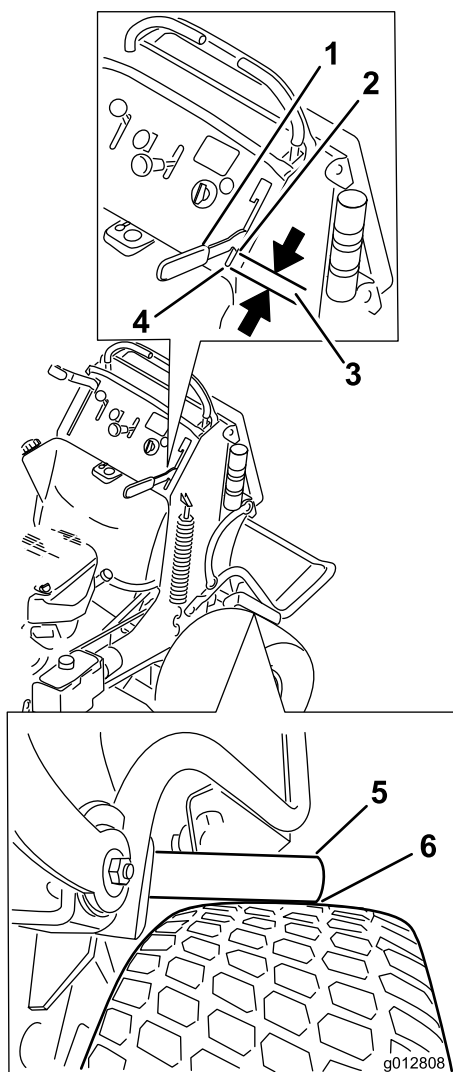

Figura 63
4. Engate a alavanca do travão até que as barras do travão entrem em contacto com o pneu (Figura 63).
5. Meça a folga desde a parte da frente da alavanca até à extremidade da ranhura no painel de controlo quando a barra do travão entrar em contacto com o pneu. Esta distância tem de ser de 19 mm. Ajuste o travão, se necessário (Figura 63).